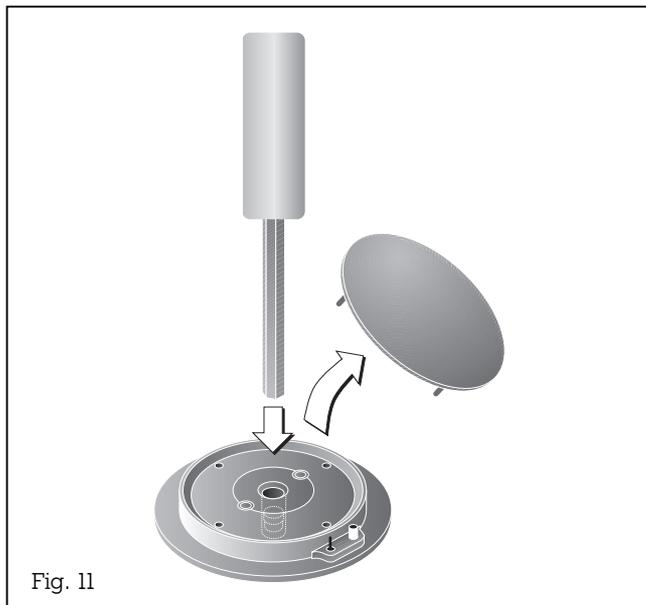

Fig. 11
- L'injecteur principal 2 est visible après enlèvement du couvercle du brûleur. Pour le dévisser, utiliser une clé à douille (fig. 11).